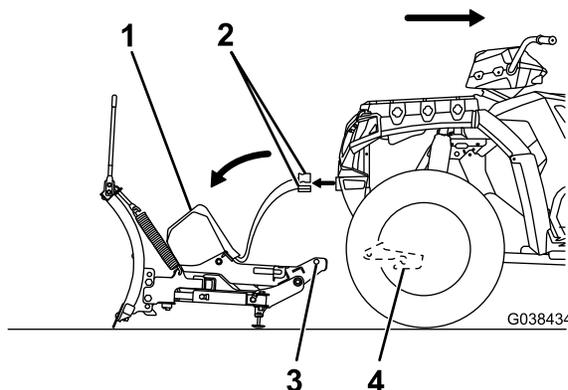

Figura 22
4. Usando el mango del acoplador, baje la torre del acoplador completamente (Figura 22).
5. Desconecte el arnés de cables de la quitanieves del arnés de cables del vehículo y coloque las cubiertas antipolvo del enchufe eléctrico (Figura 22).